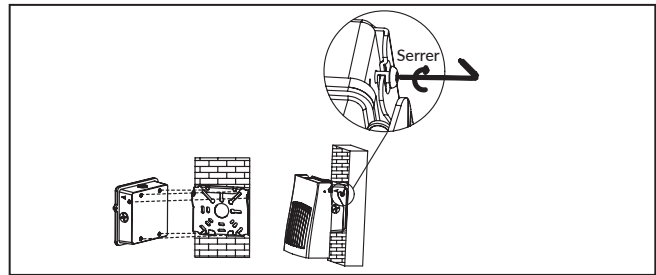

Figure 10.
11. Tirez vers le haut et détachez le luminaire. Placez-le sur la plaque de montage en utilisant toutes les vis de suspension arrière supérieure, inférieure et latérale dans les crochets appropriés de la plaque de montage (haut avec haut, bas avec bas, côté avec côté). Fixez le luminaire en serrant les deux vis de maintien latérales. (Figure 10)